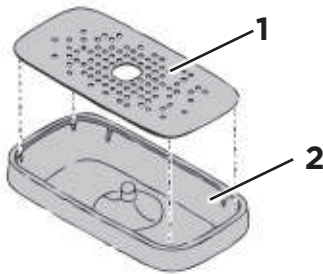

Abb. 45
2. Entnehmen Sie den oberen Teil der Abtropfschale (Abb. 45/1) und reinigen Sie beide Teile der Abtropfschale (Abb. 45/1, 2) mit einem milden Reinigungsmittel.